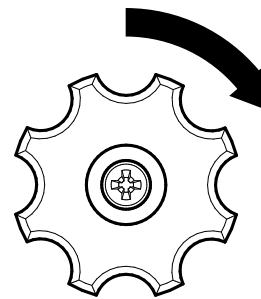

Figura 25. Válvula de corte del tanque de propano (cerrada)
4. Si se estaba usando la modalidad **GPL**, gire la perilla de la válvula de corte para **CERRAR** (Figura 25).